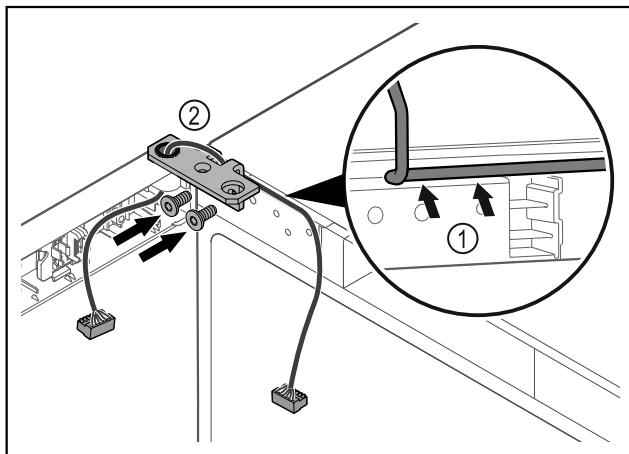

Fig. 48
- Prakiškite laidą pro šarnyrinio kampuočio angą ir atsargiai nutieskite Fig. 48 (1).
- Prisukite šarnyrinį kampuočių Fig. 48 (2).